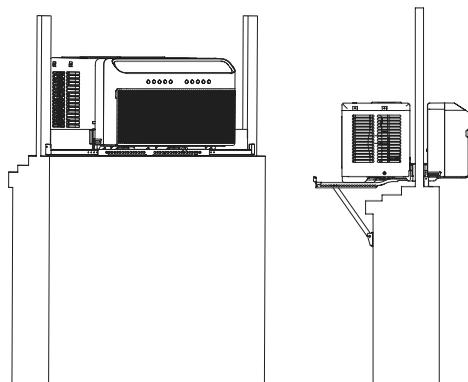

Figure 5
A. Placez le climatiseur sur le support : Aligned la fenêtre avec la partie rainurée de l'appareil. Voir la figure 5.